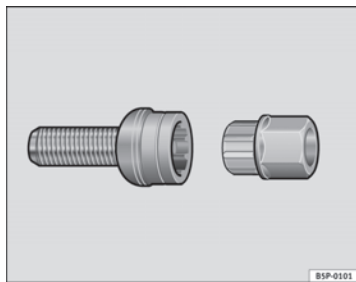

Abb. 183 Diebstahlhemmende Radschrauben
- Setzen Sie den Adapter bis zum Anschlag in die diebstahlhemmende Radschraube ein ⇒ Abb. 183.